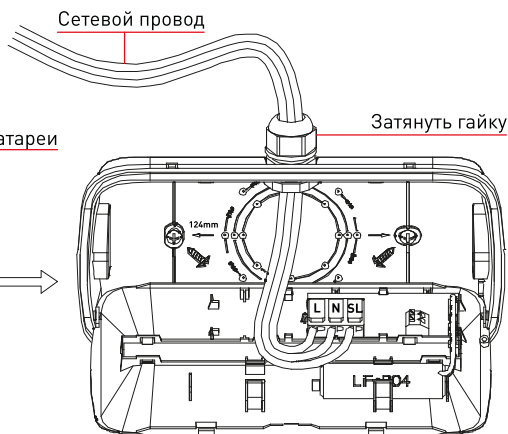

Рис. 3. Стандартная схема подключения
- 3.5. Подключите провода, постоянно подключенные к сети: L — фаза, N — ноль и SL — тест к клемме, расположенной на печатной плате. SL — тест, подключается через не фиксируемую кнопку к L — фаза и служит для проверки светильника в качестве тестовой кнопки. Смотрите рис. 3.